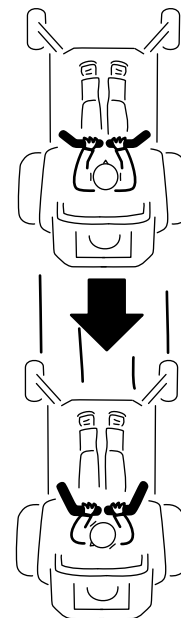

Figura 30
2. Para ir hacia atrás, tire lentamente de las palancas de control de movimiento hacia atrás (Figura 30).